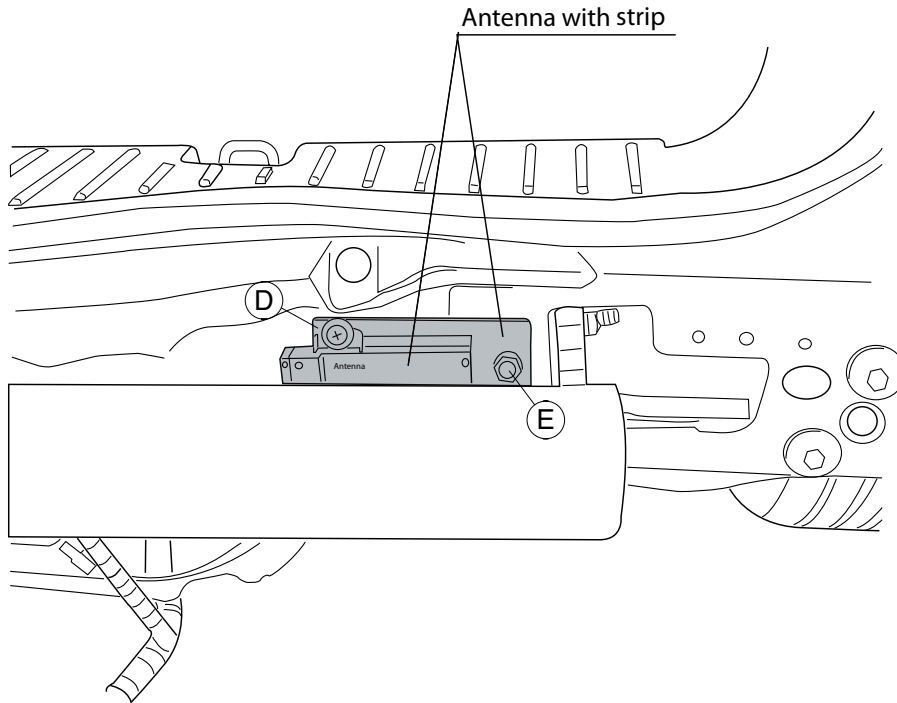

Fig.5
2. Снять бампер вместе со стальным буферным брусом автомобиля; буферный брус больше не понадобится. Поставить болты на место. См. рисунок 5.
3. Переместите антенну, если имеется. См. рисунок 5.